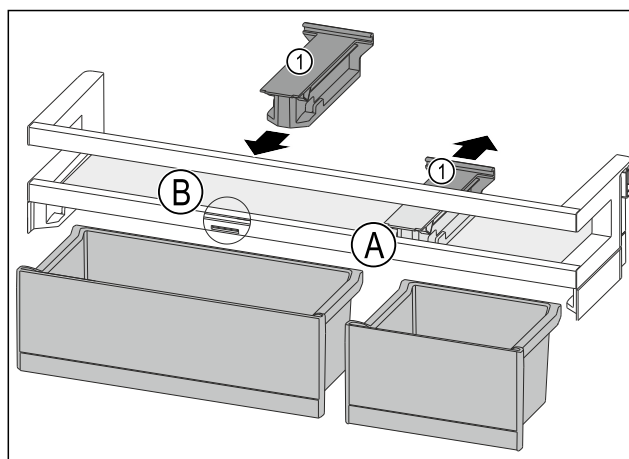

Fig. 89
- ▶ 将定位件 Fig. 89 (1) 向后拉至位置 Fig. 89 (A)。
- ▶ 将定位件 Fig. 89 (1) 插入至位置 Fig. 89 (B)。